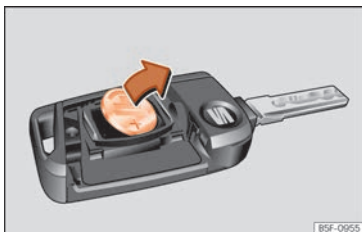

Fig. 46 Cheia autovehiculului: scoaterea bateriei.
- Scoateți bateria din compartiment cu ajutorul unui obiect subțire adecvat »» fig. 46.
- Introduceți o nouă baterie tip pastilă în compartiment »» ①.